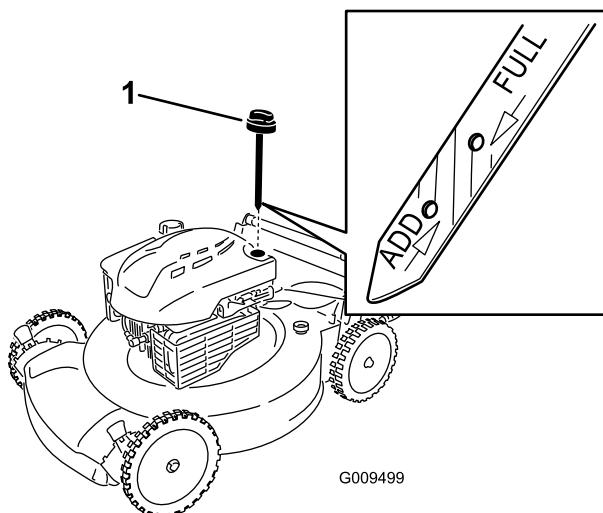

Рисунок 4
- Извлеките масломерный щуп (Рисунок 4).
- Медленно заливайте масло в маслозаливной патрубок до тех пор, пока уровень масла не достигнет отметки Full (ЗАПОЛНЕНО) на масломерном щупе (Рисунок 4). **Не допускайте переполнения картера.**